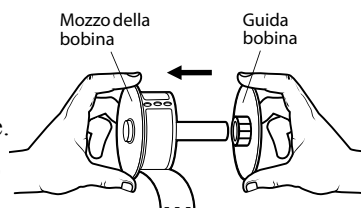

Figura 1
- 4 Mentre si afferra il mozzo della bobina con la mano sinistra, inserire il rotolo di etichette sul mozzo in modo che le etichette siano prelevate dal basso, facendo attenzione ad allineare perfettamente il rotolo al lato della bobina. Vedere la Figura 1.